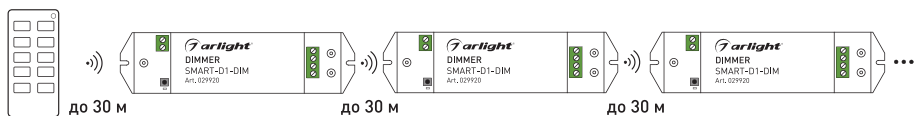

Рисунок 2. Ретрансляция сигнала от пульта ДУ
- 3.8. Все диммеры автоматически ретранслируют сигнал от пульта ДУ или панели управления (рисунок 2). Расстояние между диммерами на открытом пространстве может достигать 30 м.